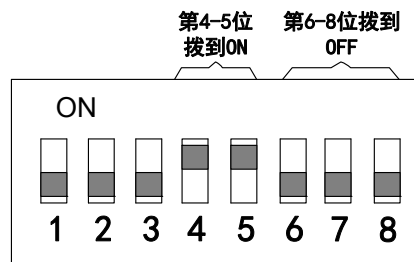

图 3.1 电机学习的拨码开关配置
- 2) 对于初次使用的电机，或电机相线或霍号信号线接线顺序调换，应使用拨码开关将信号源配置为内置程序，工作模式配置为电机学习(如何配置信号源和工作模式见表 2.3 和 表 2.4)，如图 3.1 所示。